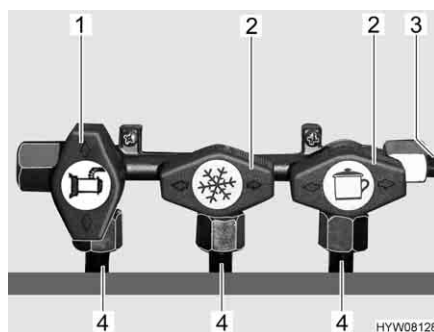

Fig. 110 Position des robinets d'arrêt de gaz (exemple)
- Placer le robinet d'arrêt de gaz de l'appareil à gaz concerné parallèlement (Fig. 110,1) à la conduite (Fig. 110,4) amenant à l'appareil.
- Placer le robinet d'arrêt de gaz de l'appareil à gaz concerné transversalement (Fig. 110,2) à la conduite (Fig. 110,4) amenant à l'appareil.